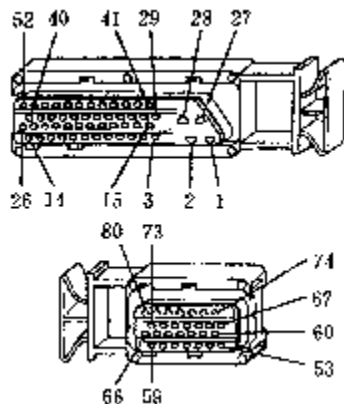

图 5-3 检测插座
(1) 用 V.A.G1598/22 检测盒检查线束及元件时一定要使用万用表 V.A.G1526 或 V.A.G1715 及二极管检测灯 V.A.G1527。
(2) 用 V.A.G1598/22 检测盒检查线束及元件时一定要用 V.A.G1594 提供的辅助线束, 把检测仪器与 V.A.G1598/22 连接起来。
(3) 插座上的号码与检测盒上的插孔的号码是一一对应的, 如图 5-3 所示。